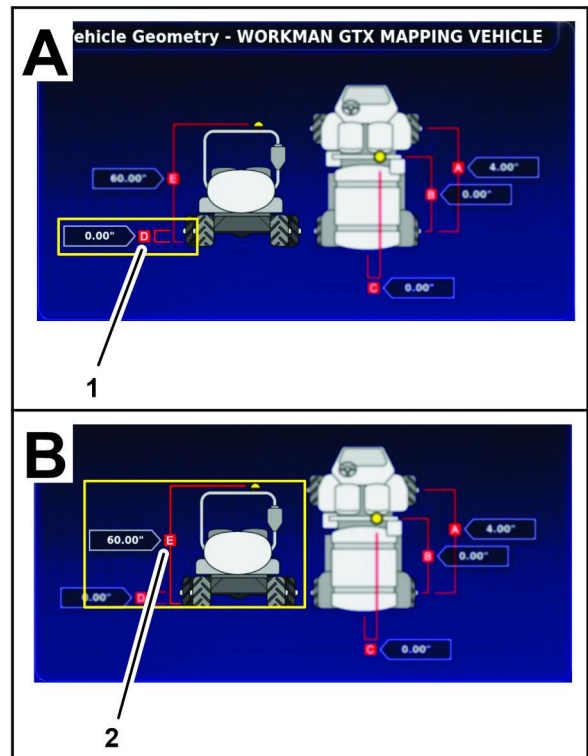

Figura 183
4. Mida la distancia entre la línea central del eje trasero y el suelo (Figura 183), y anote la medida en el formulario de geometría.
1. Distancia entre la línea central del eje trasero y el suelo (D)
2. Distancia entre el receptor de satélite y el suelo (E)
5. Mida la distancia entre la parte superior del receptor de satélite y el suelo (Figura 183, y anote la medida en el formulario de geometría.